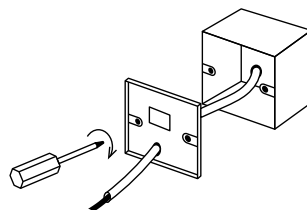

Рис. 13.
3. Как показано на рис. 13, закрепите винты 4×20мм вместе с задней крышкой на коробке, затем пропустите подводящие провода через заднюю крышку.